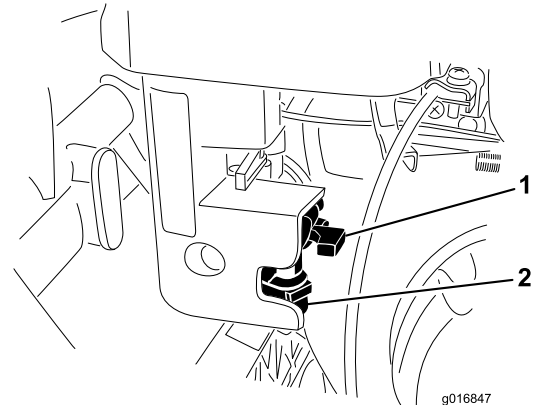

Bild 37
1. Schließen Sie den Kraftstoffhahn und schrauben Sie den Tankdeckel vom Filtergehäuse ab (Bild 37).